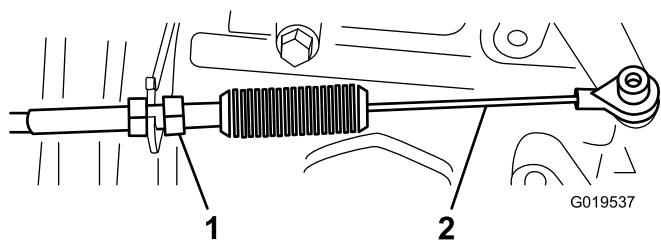
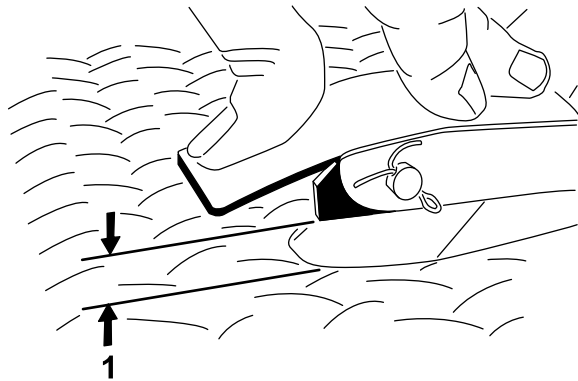

Figura 62
Figura 63
2. Regolate il giunto a sfera sul cavo dell'acceleratore (Figura 62) in modo tale che, applicando una forza di 11,3 kg al centro del pedale, si abbia un gioco compreso tra 2,54 e 6,35 mm tra il braccio del pedale dell'acceleratore e la superficie con motivo a rombi del pianale del veicolo (Figura 63).
3. Serrate il dado di bloccaggio (Figura 62).